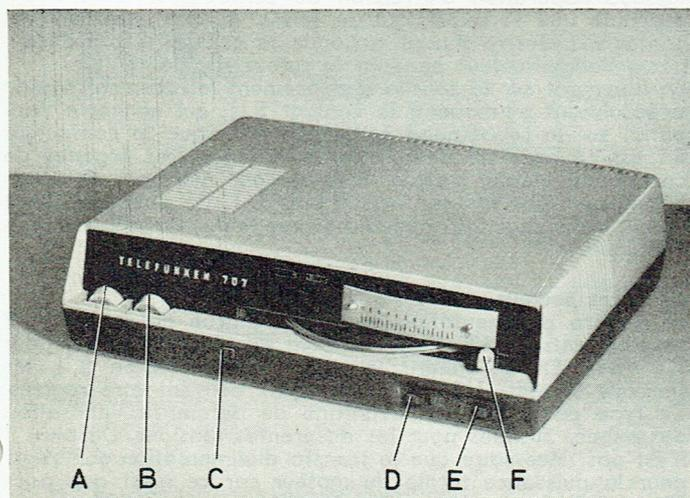

Fig. 1
2. Commandes (voir fig. 1 et 2)